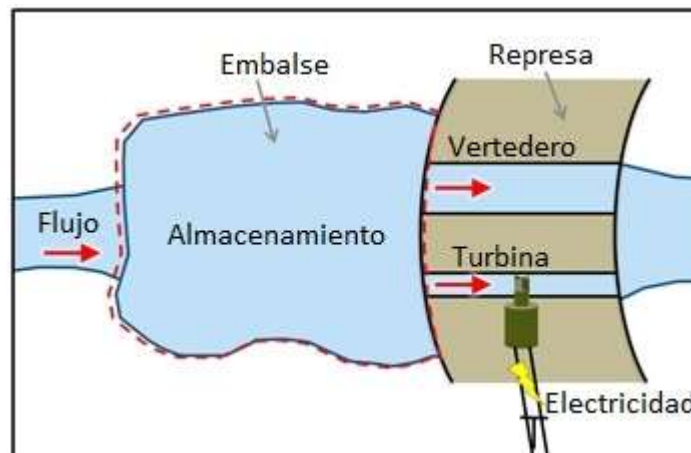

Figura 1
- Suponga que la represa de Hidroituango (suponiendo que no hubo corrupción, malos diseños y que se terminó a tiempo) lo contrata como ingeniero para que defina el control de la represa de manera que maximice la producción de dinero por la venta de energía. El modelo para esta represa tiene como entrada el flujo que proviene de los ríos y llega al embalse, allí se almacena el agua y se debe definir si el agua se envía por el vertedero o si se envía a la turbina para generar electricidad, un esquema general del sistema se muestra en la Figura 1